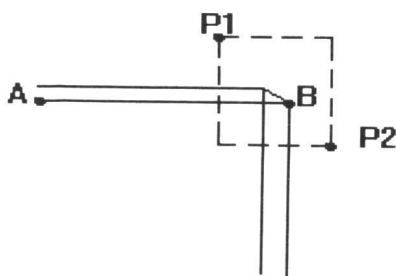

图 1-3
5. 巧用透明命令 所谓透明命令就是在执行其它命令的过程中能使用的命令。例如绘一直线AB(见图1-3),确定直线的起点A,在拖动过程中,发现终点B不易捕捉,此时输入“窗口缩放”命令放大局部区域,即可方便地捕捉B点。